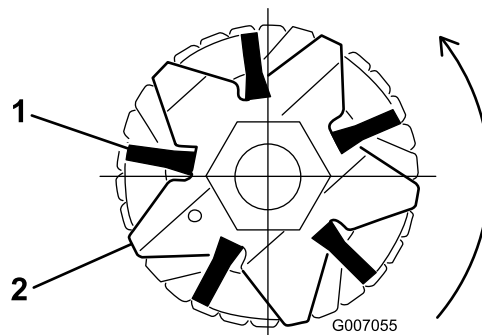
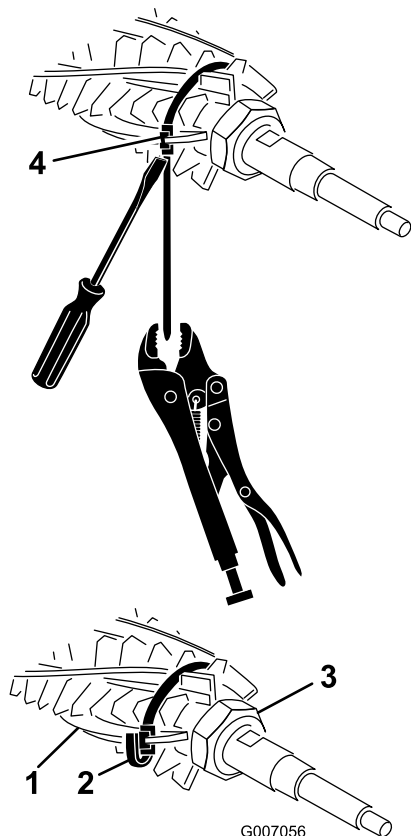

Figura 39
Figura 40
- Asegúrese de que los cepillos se asientan en las ranuras de las cuchillas del acondicionador (Figura 39 y Figura 40).
- Envuelva las cintas sin apretar como se muestra en Figura 40, alrededor del eje del molinete del acondicionador y los cepillos insertando las cintas en las ranuras de los cepillos Figura 39. Posicione los cepillos para que las cintas se encuentren entre las cuchillas siguientes 1–2, 14–15, 28–29 y 41–42.
Nota: Si los cepillos del acondicionador no se asientan adecuadamente en las ranuras de las cuchillas, afloje las tuercas de retención en cada extremo del eje del acondicionador, posicione los cepillos del acondicionador adecuadamente en las ranuras de las cuchillas y apriete las tuercas de retención de las cuchillas del acondicionador (Figura 40).
4. Empujando un destornillador contra la hebilla de la cinta, aprese la cinta con alicates de mordaza y tense las cintas hasta que se bloqueen en las ranuras de los cepillos (Figura 40).
5. Recorte la cinta hasta aproximadamente 6 mm desde la hebilla y pliegue el exceso de cinta sobre la hebilla (Figura 40)